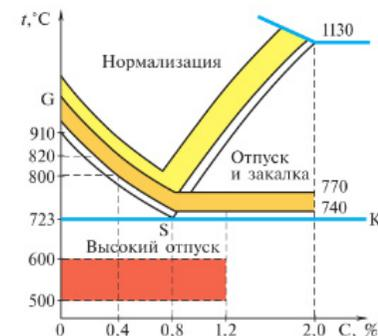

Рис. 5.46. Диаграмма железоуглеродистых сплавов
Температуру нагрева стали определяют по *диаграмме железоуглеродистых сплавов* (рис. 5.46). На горизонтальной оси диаграммы указано содержание углерода (%), на вертикальной — температура нагрева стали (°С). Закрашенные участки диаграммы показывают оптимальные температурные интервалы нагрева стали при различных видах термообработки.
4. Определите температуру нагрева для закалки зубила по диаграмме железоуглеродистых сплавов (рис. 5.46).
Марка стали с содержанием углерода 0,7% является инструментальной. По горизонтальной оси диаграммы (рис. 5.46) находим соответствующую этой цифре точку. Из неё восстановим перпендикуляр до пересечения с графиком. Из точки пересечения проводим параллельную горизонтальной оси линию до пересечения с вертикальной осью. По этой точке определяем необходимую температуру нагрева. Она по графику равна примерно 730 °С. Учитывая, что температура закалки должна быть на 30—50 °С выше установленной по графику, определяем необходимый нагрев при закалке: 760—780 °С.